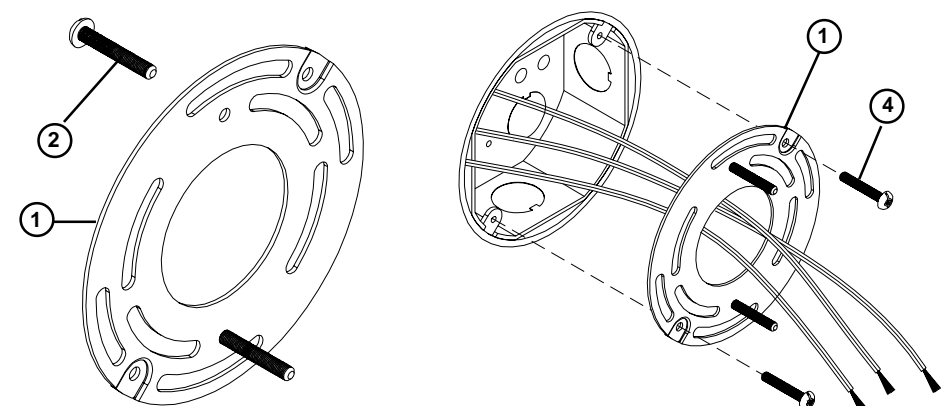

Figure 2
**2. Prepare Mounting Plate (1) for mounting** by installing Screws #8-32x1-1/8" (2) into Mounting Plate as shown in **Fig 2.**
**2. Prepare la Placa de Montaje (1) para montura instalando los Tornillos #8-32x1-1/8" (2) a La Placa de Montaje como mostrado en la Fig. 2.**